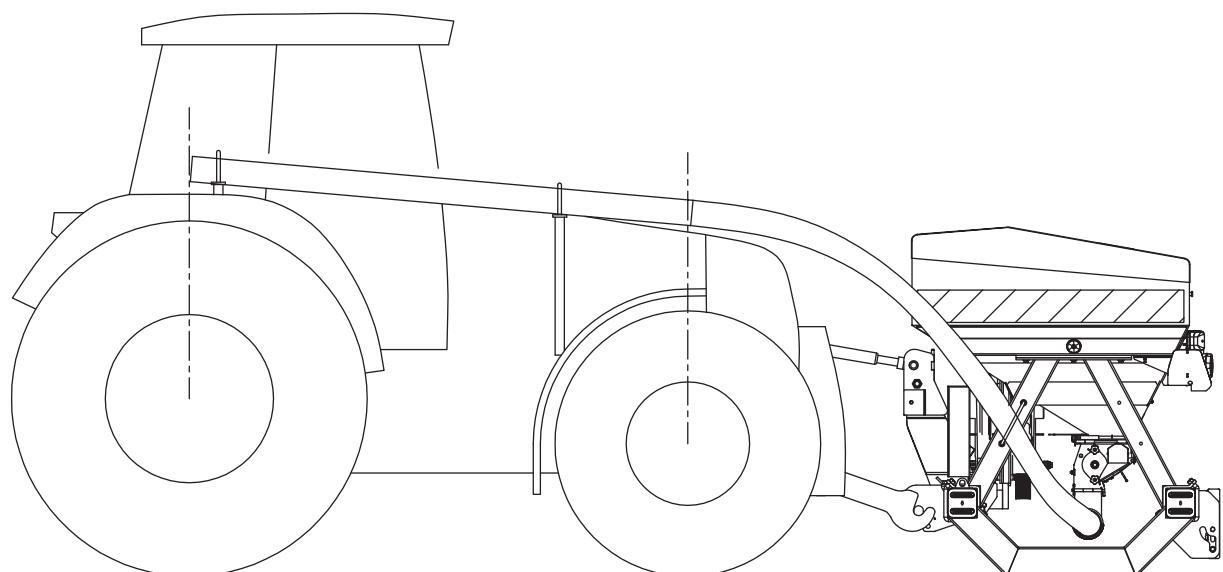

Fig.3
Recouper le tuyau au niveau de l'axe des roues avants et arrières tracteur (fig. 3).
- Pour déterminer la longueur du tuyau de raccordement souple, faire le montage avec la trémie avant posée au sol (fig.3).